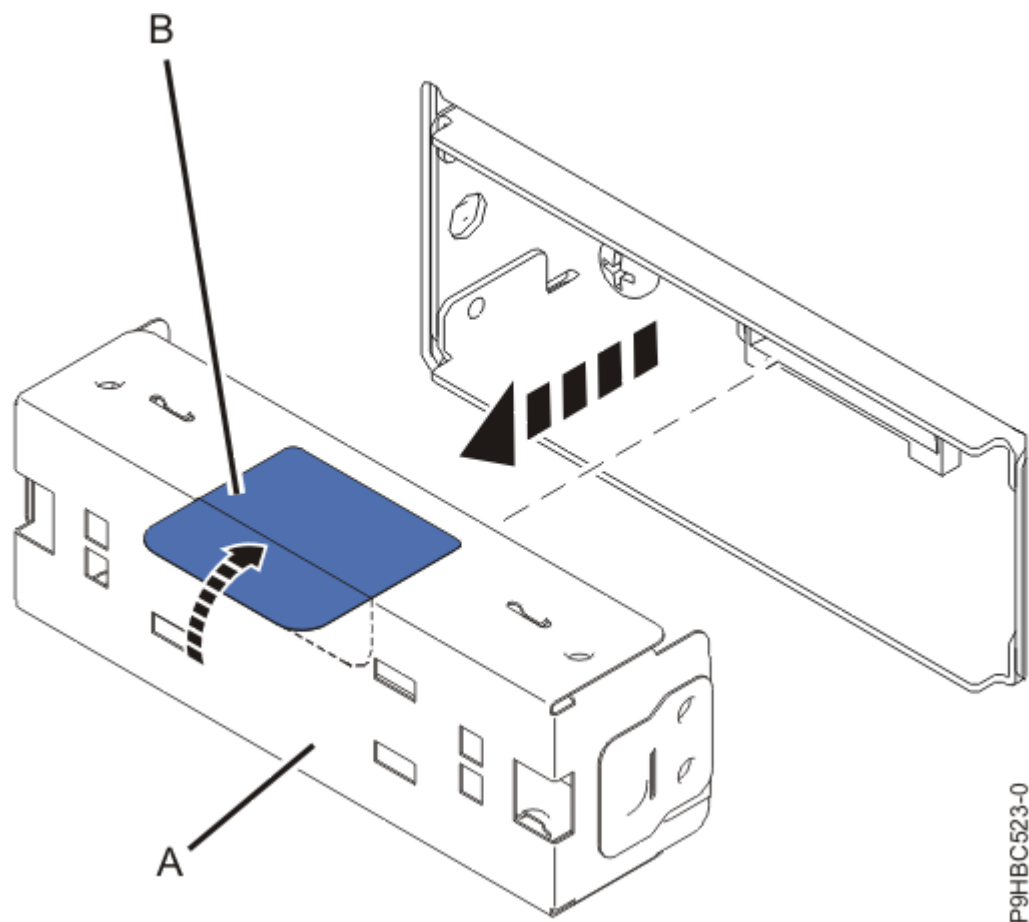

図 43. ディスプレイ・フィラーの取り外し
2. 必要に応じて、タブ **(B)** を使用してディスプレイ・フィラー **(A)** を取り外します (45 ページの図 43 を参照)。